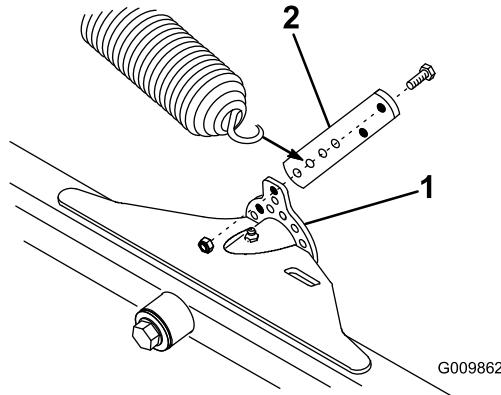

Figure 14
1. A l'aide de 2 boulons (1/4 x 3/4") et contre-écrous, fixez un ancrage de ressort au côté intérieur arrière de chaque patte de relevage de plateau de coupe avant, comme illustré à la Figure 14.
2. Sur les plateaux de coupe avant, accrochez le ressort dans le deuxième trou en partant du bas (3ème position) de l'ancrage de ressort (Figure 14).